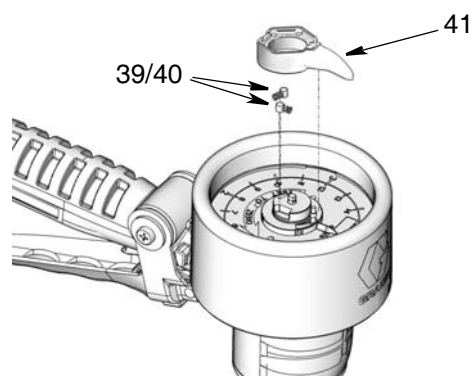

FIG. 24
5. Installare il puntatore ad ago (41), le molle (39) e i perni (40) come illustrato nella FIG. 24.